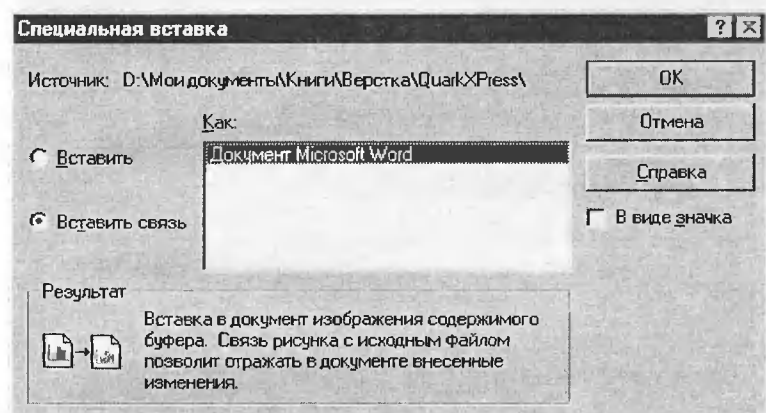

Рис. 3.64. Диалоговое окно *Специальная вставка* в режиме *Вставить связь*
- в диалоговом окне *Специальная вставка* задать вариант *Вставить связь* и щелкнуть по кнопке *Да* (см. рис. 3.64).